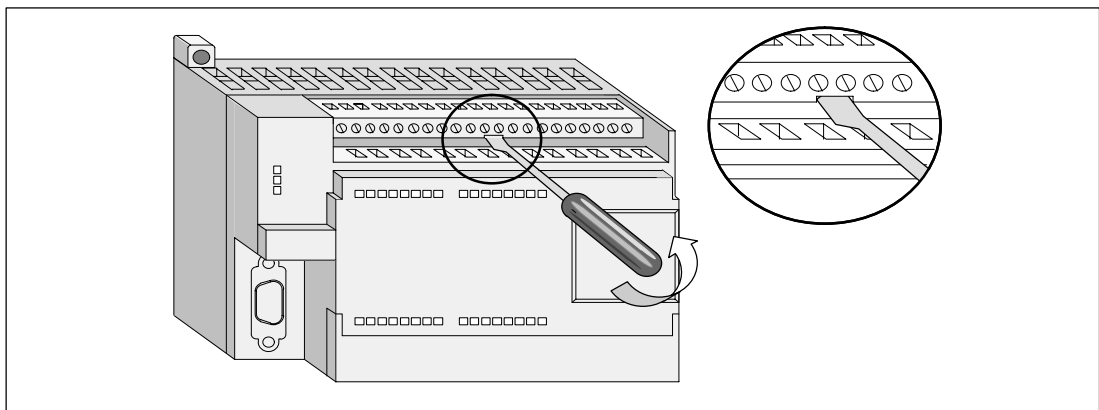

Figura 2-10 Bloque de terminales extraíble para la CPU 224 y los módulos de ampliación.
2. En la mitad del bloque de terminales, inserte un destornillador en la ranura como muestra la figura 2-10.